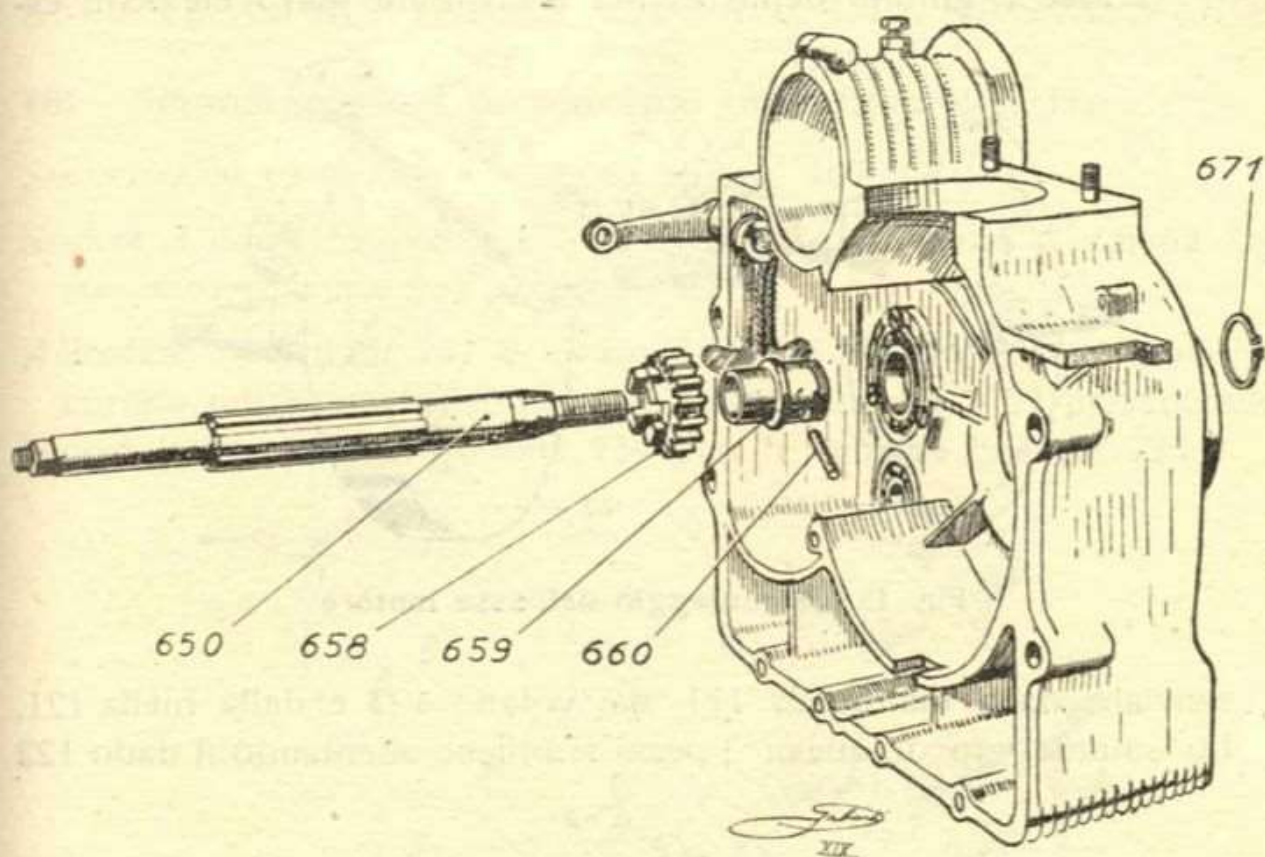

Fig. 14 - Smontaggio dell'asse del cambio di velocità
14) - Smontaggio del cambio di velocità (fig. 14).